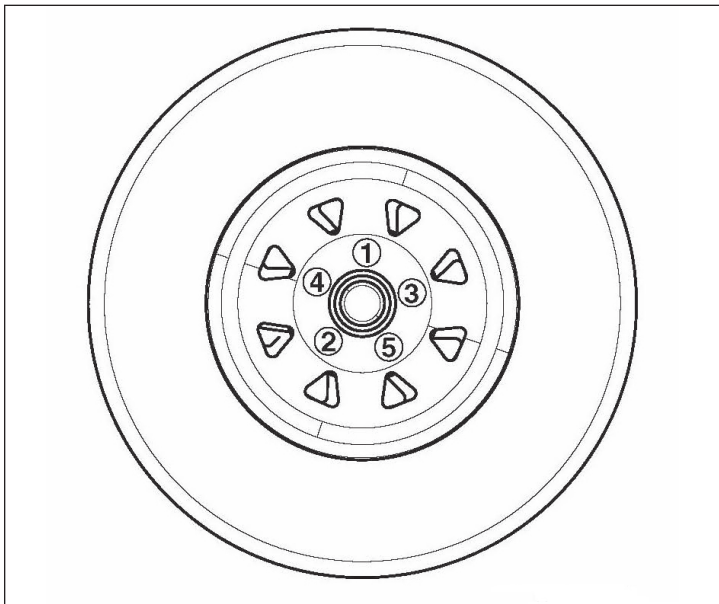

Figure 39
6. Lors du serrage des écrous de roue, toujours utiliser un motif entrecroisé (Figure 39).